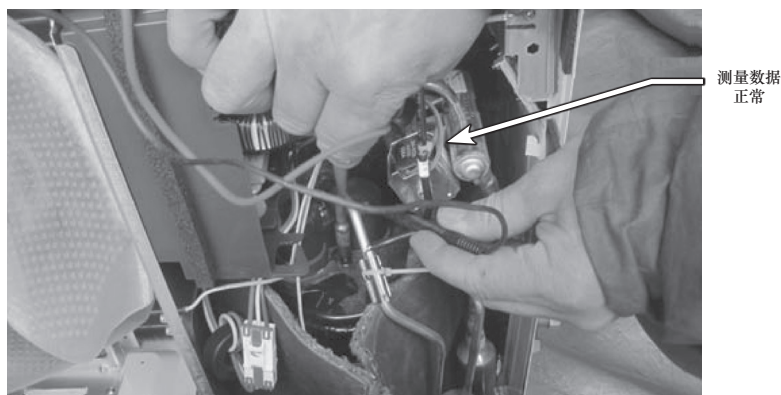
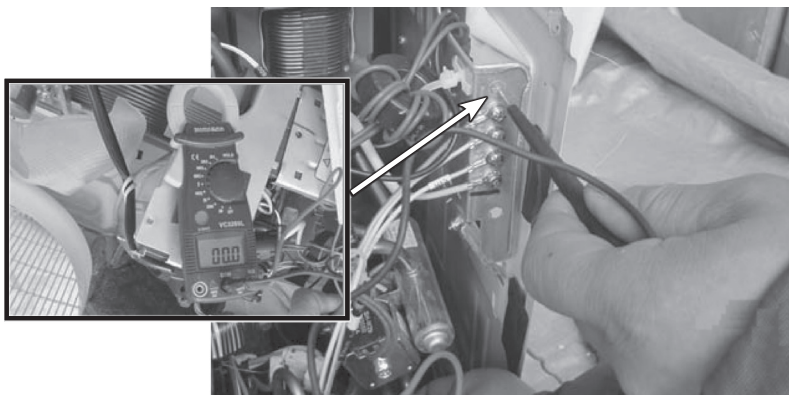

图 4-45 压缩机线圈电阻正常
图 4-46 压缩机接线端子与地线
3) 用万用表电阻档测量压缩机线圈，如图 4-45 所示，测得数据正常，又测压缩机线圈与地（外壳铁皮）发现短路，如图 4-46 所示。